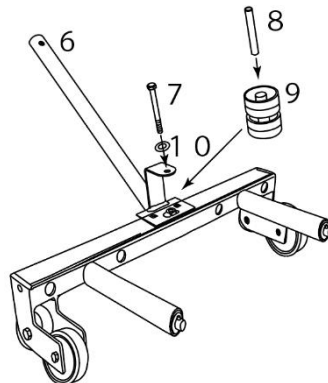

図5
- ⑤ 9, ホイール (小) 2個に8, ブッシュを通し、6, フロントハンドルに7, ボルト (長) と10, ワッシャを使用して取り付けてください (図5参照)。